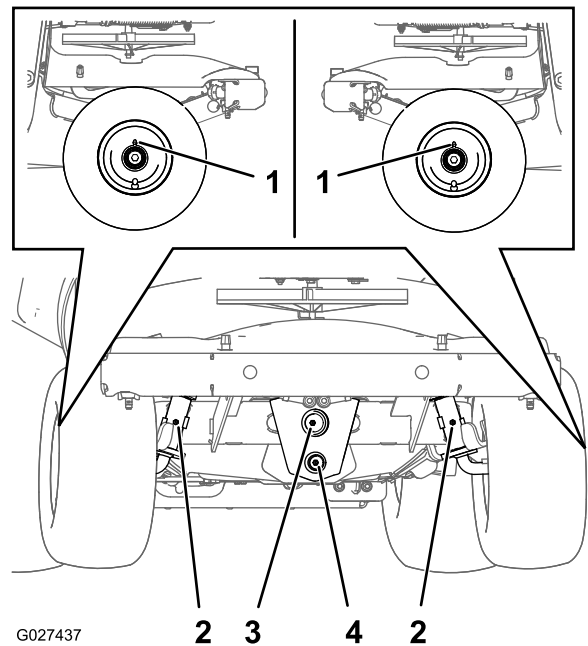

Figura 67
2. Limpie los engrasadores con un trapo (Figura 67).
3. Conecte una pistola de engrasar a los engrasadores (Figura 67).